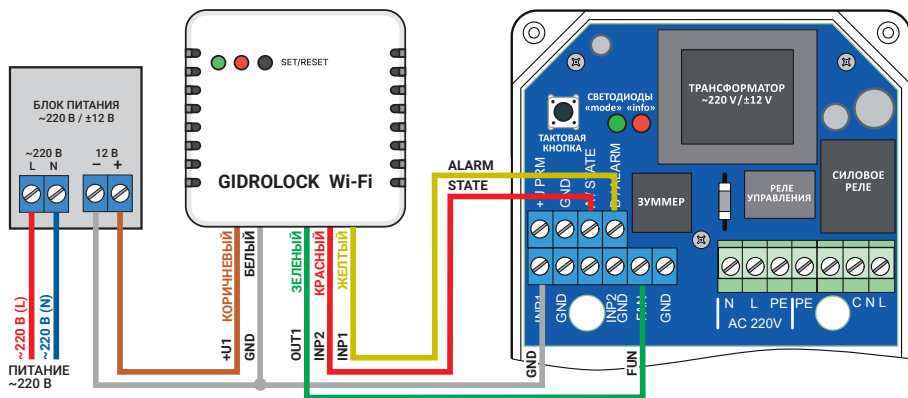

Рис. 5. Схема подключения Модуля GIDROLOCK Wi-Fi с внешним блоком питания (пример подключения).
5.6 К блоку управления можно подключить **GSM-модем GIDROLOCK**. Схема подключения приведена на рис.5. Для питания GSM-модема GIDROLOCK потребуется внешний блок питания 220В/8...15В (1,0А).